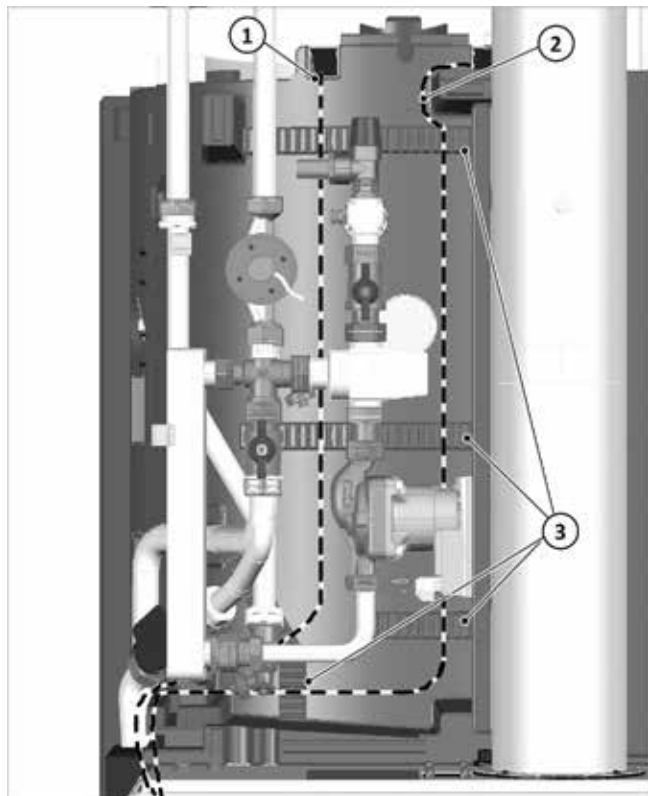

Fig. 13: Passaggio del cavo attraverso l'isolamento WWS
2. Far passare la prolunga di rete e la prolunga di comando / segnale attraverso l'area dell'isolamento WWS e posizionare con un loop nel contenitore del gruppo di rete, vedere (→ fig. 13 (2).